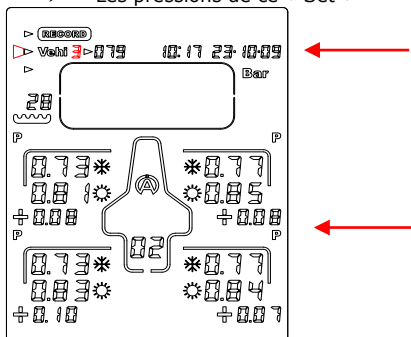

Figure 2
- 2) Avec le bouton ⏪ ou Ⓞk sélectionnez l'icône « **Vehi** » (figure 2)
- 3) Avec le bouton ⏪ ou ⏩ sélectionnez le véhicule désiré (5 au total) (figure 2)